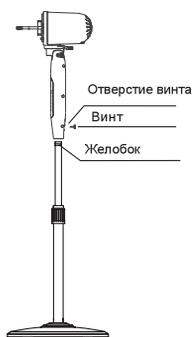

Рис.5
4. Ослабьте фиксирующий винт на блоке мотора, насадите блок мотора на стойку так, чтобы винт вошел в желобок на верхней части стойки, затем затяните винт (Рис.5)